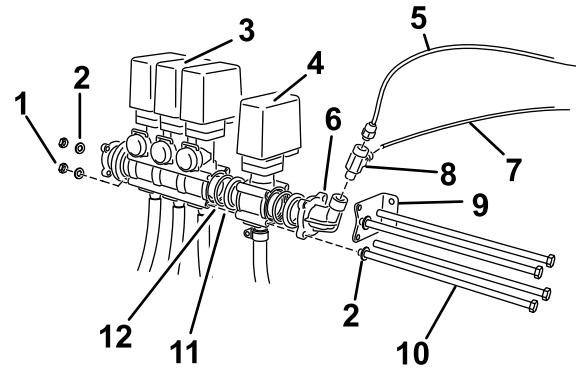

Bild 5
4. Befestigen Sie das Schlauchwagenventil (in den losen Teilen) ausgerichtet mit den vorhandenen Ventilen (Bild 5).
6. Befestigen Sie die Halterung in den zwei Löchern am Krümmeradapter, der der Befestigungshalterung des Auslegerventils am nächsten ist, am Endventil (Bild 5).
7. Setzen Sie zwei lange Schrauben (M8 X 260 mm) an den oberen und unteren Löchern in den Ventilkörpern des Schlauchwagens und den Ausleger-Sicherheitsventilen, die der Befestigungsschiene am nächsten sind, durch die Befestigungshalterung (Bild 5).
9. Befestigen Sie die Ventile mit den restlichen zwei Schrauben (M8 X 260 mm) und vorhandenen Scheiben in den offenen Löchern in den Ventilkörpern (Bild 5)
13. Befestigen Sie das T-Anschlussstück (Bild 5).